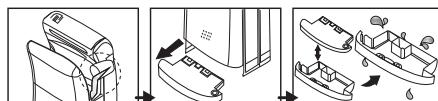

Рис. 9
- Выньте дренажный бачок, не наклоняя его, как показано на рис. 9